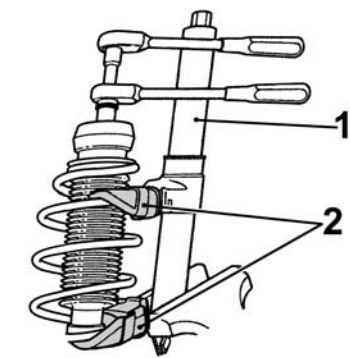

Fig. 4
- **Fig. 4** Federbein in geeignete Haltevorrichtung klemmen und Federspanner ansetzen. Feder vorsichtig spannen bis oberer Federteller frei beweglich ist.
- **Fig. 4** Clamp strut in suitable holding device and apply spring tensioner. Carefully pre-tension the spring until the upper spring cap can be moved freely.
- **Fig. 4** Serrer la jambe élastique dans un dispositif de maintien approprié et insérer le tendeur de ressort. Tendre prudemment le ressort jusqu'à ce que la coupelle de ressort supérieure se meuve librement.
- **Fig. 4** Fijar el amortiguador con ayuda de un dispositivo apropiado y colocar el tensor de resorte. Tensar cuidadosamente el resorte hasta que el plato de resorte pueda moverse libremente.